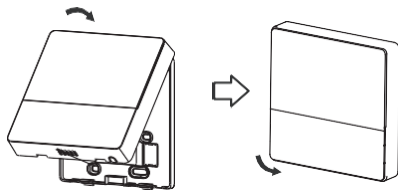

Fig. 3-13
- Après avoir ajusté le boîtier supérieur, refermez-le en évitant de coincer les câbles pendant l'installation. (Fig. 3-13)